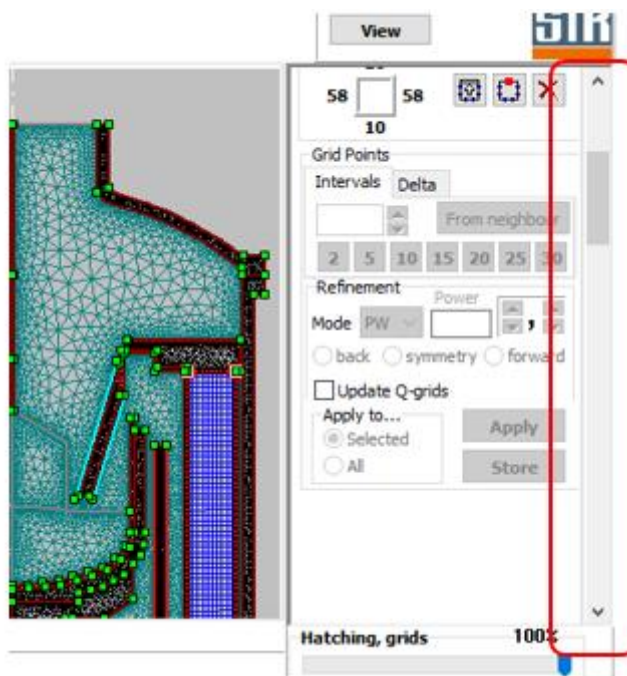

図 2. Basic GUI に追加されたスクロールバー
- Basic GUI におけるスクロールバー導入オプションの追加 (図 2)